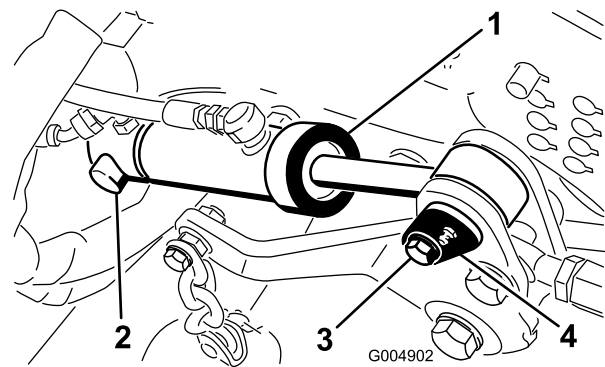

Figura 89
45. Instale a parte de trás do cilindro de elevação da plataforma no pino da articulação e fixe com o anel de retenção (Figura 89).
46. Fixe a parte da frente do cilindro de elevação à estrutura do cortador com o pino do cilindro e parafuso (Figura 89).